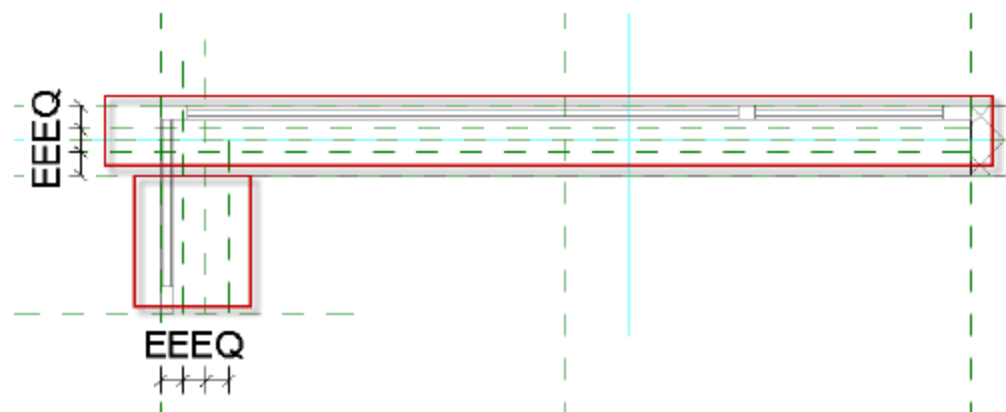
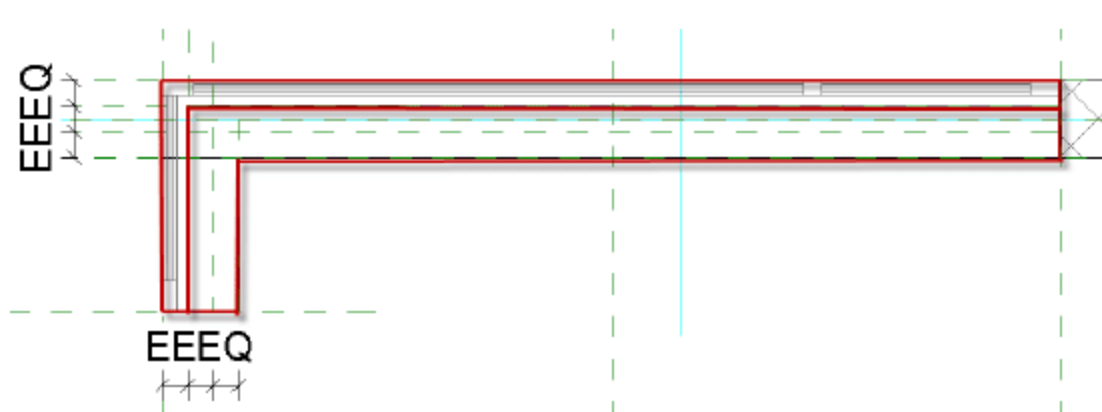

图 7.1.28 标注辅助线
图 7.1.29 绘制 C2925 的平面轮廓线
(26) 绘制 C2925 的平面轮廓线。选择“项目浏览器”中的“楼层平面”→“参照标高”选项,进入窗的参照标高视图。按快捷键 R+P,作出墙体和窗的宽边辅助线,并标注且将标注锁定,如图 7.1.28 所示。选择“注释”→“符号线”命令,绘制如图 7.1.29 所示的平面轮廓线。